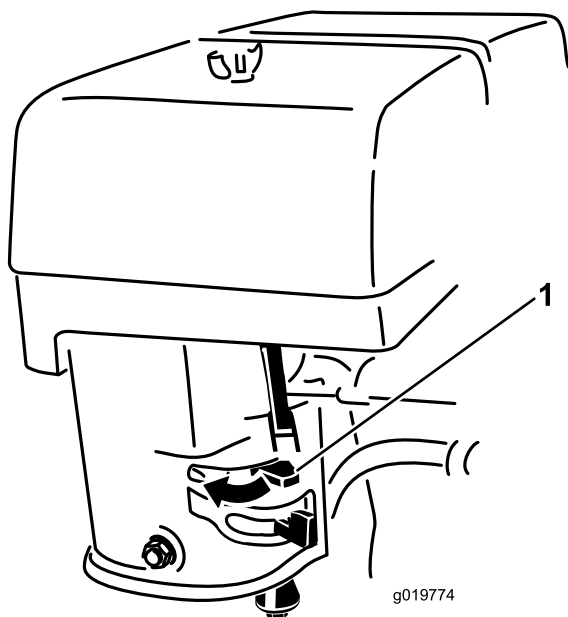

Figure 12
3. Déplacez la commande de starter vers la gauche pour démarrer le moteur à froid (Figure 12).